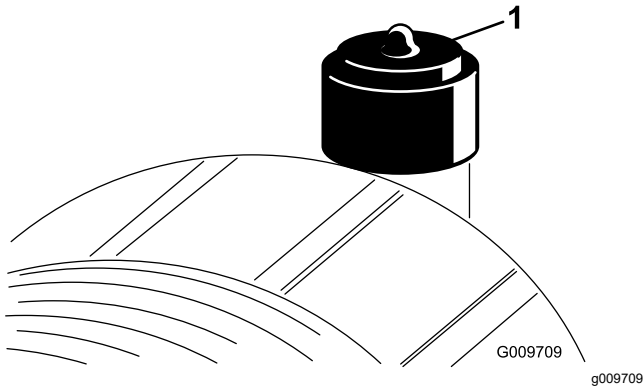

Figura 53
Revise el elemento del limpiador de aire únicamente cuando el indicador de restricción (Figura 53) lo requiera. El cambiar el elemento del limpiador de aire antes de que sea necesario aumenta la posibilidad de que entre suciedad en el motor al retirar el elemento.
2. Reinicie el indicador de restricción (Figura 53) si se ve rojo.